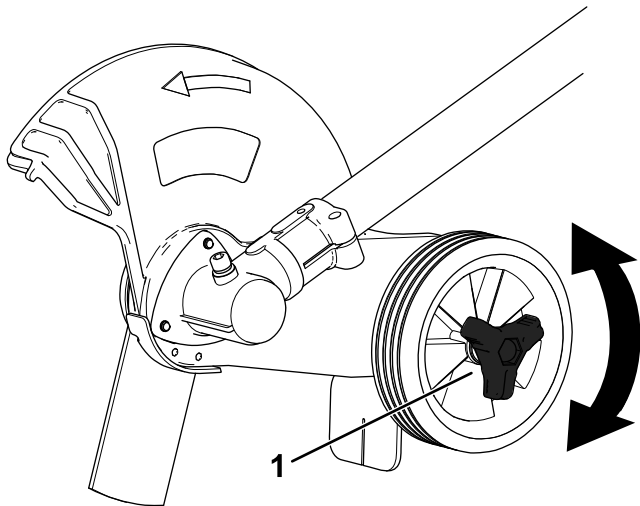

Figura 8
2. Afloje el pomo de la rueda y muévalo hacia arriba o hacia abajo en la ranura para aumentar o reducir la profundidad (Figura 8).